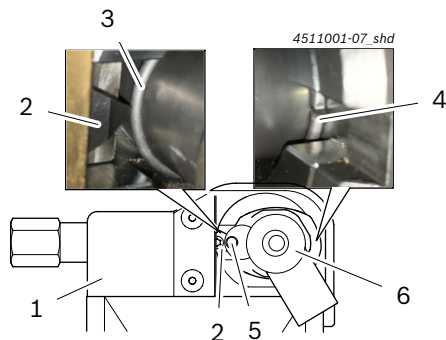

Fig. 8: Sprængringens korrekte position
- 4. Sprængringens åbning (Fig. 8, pos. 4) drejes om på den anden side af den højeste vægtykkelse.
- ⇒ Sprængringen (Fig. 8, pos. 3) positioneres nøjagtig på højde med vendeskærepladen (Fig. 8, pos. 2).